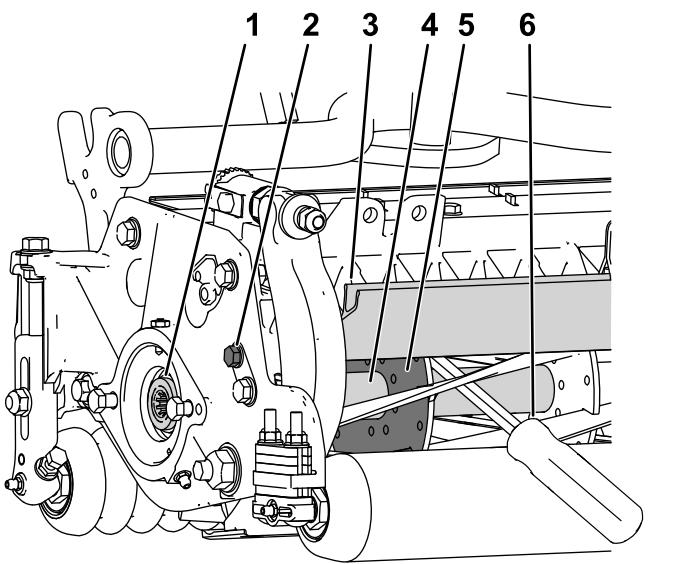

Figura 26
1. Allentate il bullone del deflettore sul lato sinistro dell'apparato di taglio e sollevate il deflettore posteriore (Figura 26).
2. Inserite un piede di porco con manico lungo (3/8" x 12" raccomandato con manico a cacciavite) attraverso la parte posteriore del cilindro di taglio, più vicino al lato dell'apparato di taglio da serrare (Figura 26).
3. Posizionate il piede di porco contro il lato di saldatura della piastra di supporto del cilindro (Figura 26).